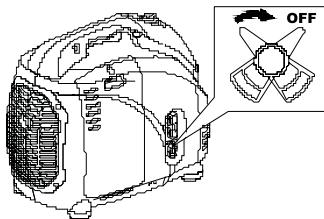

Рис. 23
- Переведите топливный кран в положение «OFF» (Рис. 23).